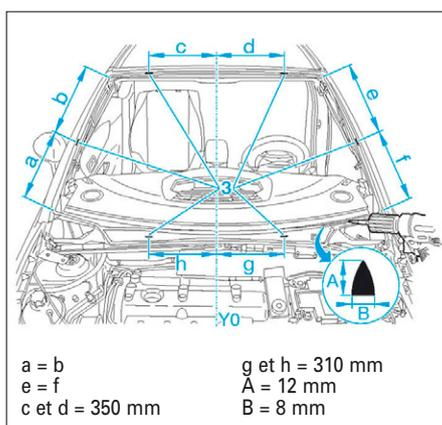

FIG. 85
- Poser les cales (3) aux endroits indiqués (Fig.85).